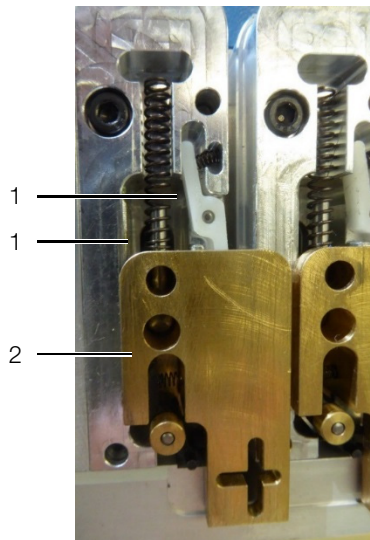

Fig. 23: Unità di trasporto
- Applicare pochissimo olio su entrambi i lati in alluminio della scanalatura di guida (fig. 23, pos. 1).
- Abbassare e alzare il cursore di ottone (fig. 23, pos. 2) per distribuire l'olio.